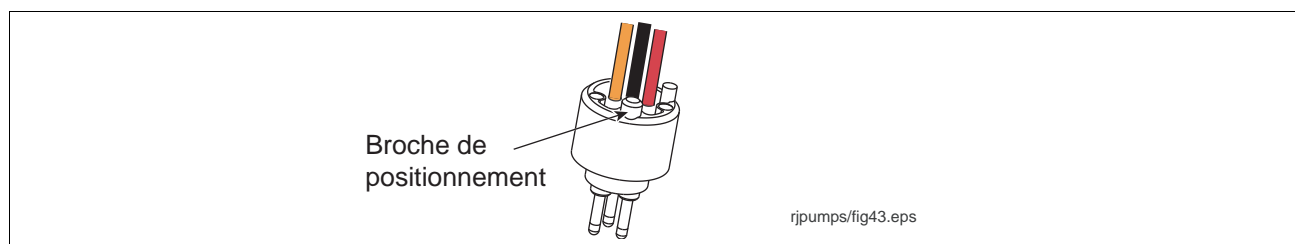

Figure 39. Axe de positionnement du connecteur mâle
10. Localiser le petit axe de positionnement à l'arrière du connecteur mâle (voir Figure 39).